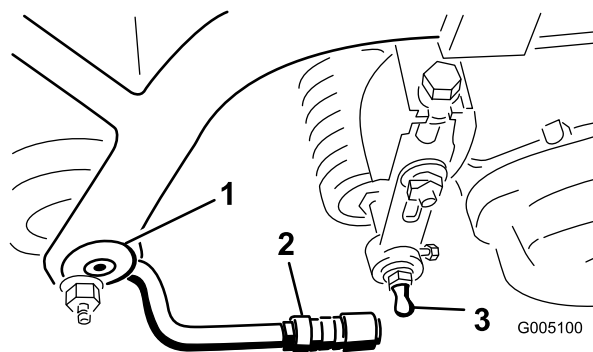

図 11
2. カッティングユニット両端にそれぞれワッシャとボールスタッドを取り付ける（図 11）。
4. ボールジョイントのスリーブを後ろにずらし、プルアームを下げてソケットをボールスタッドに嵌め合わせる。スリーブから手を離すとスタッドとジョイントが結合する（図 11）。